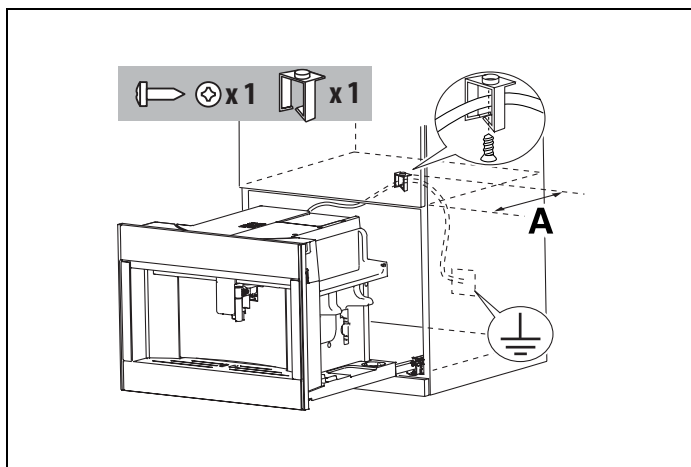

Fig. 6
- Fäst nätkabeln med en klämma (Fig. 6 ). Nätkabeln måste vara tillräckligt lång så att apparaten kan dras ut från skåpet för att fylla på behållaren för kaffebönor.